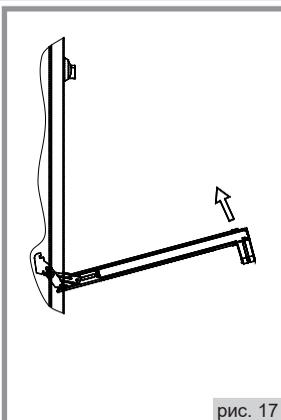

рис. 17
2. Прикрыть дверцу до упора, не прикладывая усилия, пока упоры не зафиксируют шарниры (рис. 17);